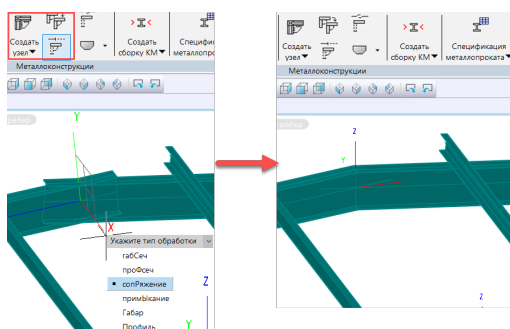

Рис. 7. Создание и подрезка конькового узла
- 2) создать пользовательское узловое соединение командой *Создать узел* с последующей его доработкой посредством соответствующих инструментов (рис. 7);